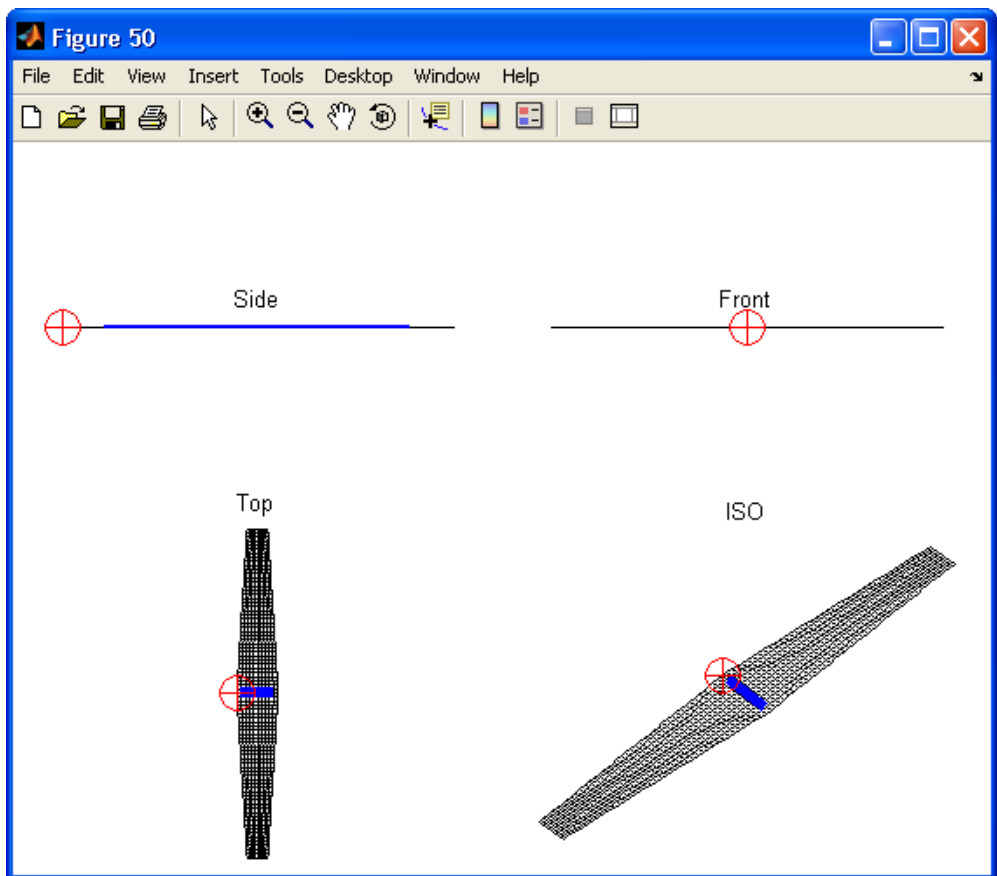

Рисунок 1.13 – Основные виды крыла
2. Три основных вида и изометрия (см. Рисунок 1.13).